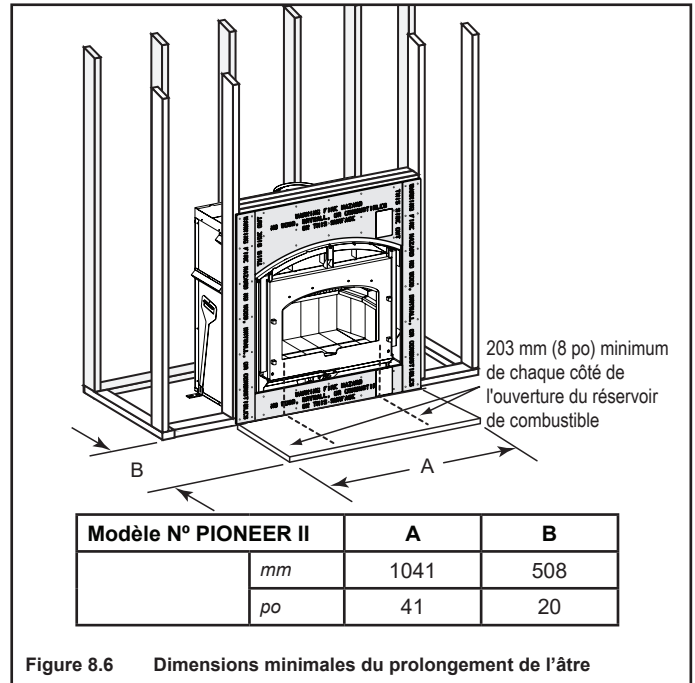

Figure 8.6 Dimensions minimales du prolongement de l'âtre
- Reportez-vous à la figure 8.6 pour connaître les dimensions minimales.
Un plancher incombustible d'un minimum de 508 mm (20 po) à l'avant et 203 mm (8 po) de chaque côté de l'ouverture du réservoir de carburant est requise, comme le montre la figure 8.6.
Un plancher incombustible d'un minimum de 508 mm (20 po) devant et 203 mm (8 po) sur chaque côté de l'ouverture à combustible (voir la figure 8.6).